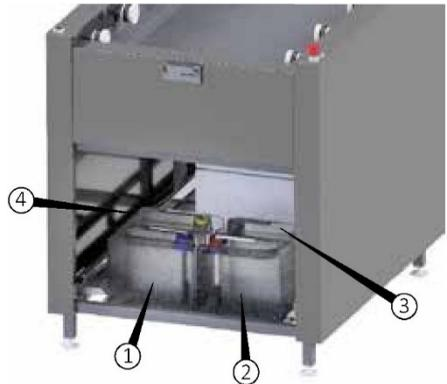

Рис. 11
- Вытянуть пустую емкость (Рис. 11);